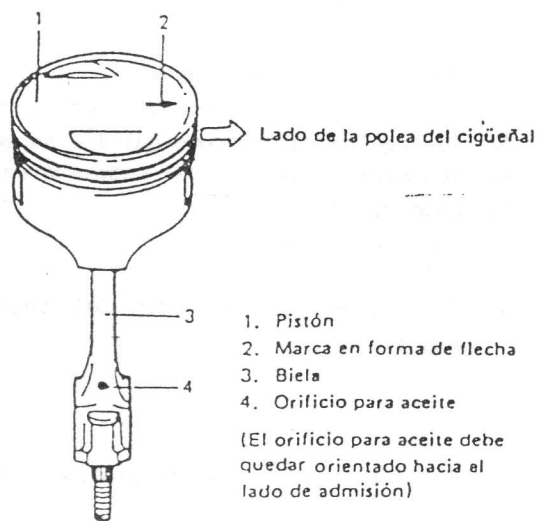

Fig. 3-6-12 Instalación de la biela en el pistón
- (1) Después de aplicar aceite de motor a los orificios para el bulón del pistón en el pistón y en la biela, instale ésta última en el pistón de la manera indicada en la Fig. 3-6-12.